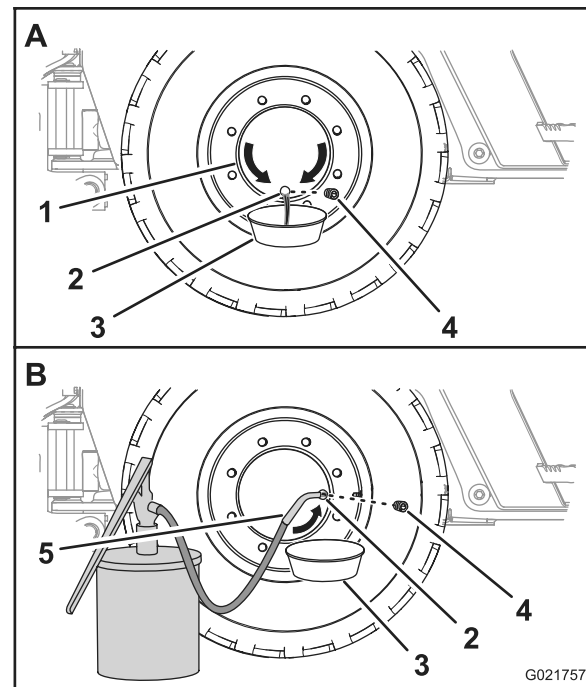

Bild 90
1. Bewegen Sie die Maschine vorwärts oder rückwärts, bis die Ölablassschraube für die Radnabe auf 6 Uhr steht (Bild 90).
2. Stellen Sie eine Auffangwanne unter die Ölöffnung der Radnabe (Bild 90).
3. Entfernen Sie die Ablassschraube und lassen das Öl vollständig vom Planetengetriebe ablaufen (Bild 90).
5. Bewegen Sie die Maschine vorwärts oder rückwärts, bis die Ölablassschraube für die Radnabe entweder auf 3 Uhr oder 9 Uhr steht (Bild 90).